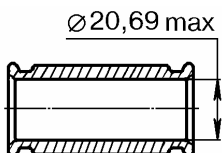

Рис. 28.
13.2.1 Корпус 2101-3502046-10 заднего тормозного цилиндра, рис. 28.